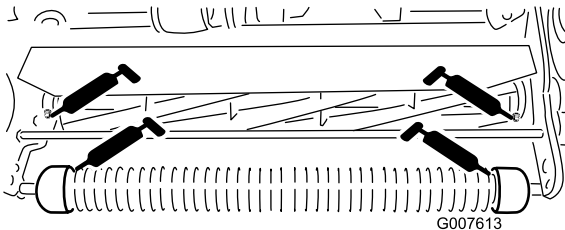

Figure 24
- 2 sur le rouleau avant (Figure 24)
- 2 sur les roulements de cylindre (Figure 24)